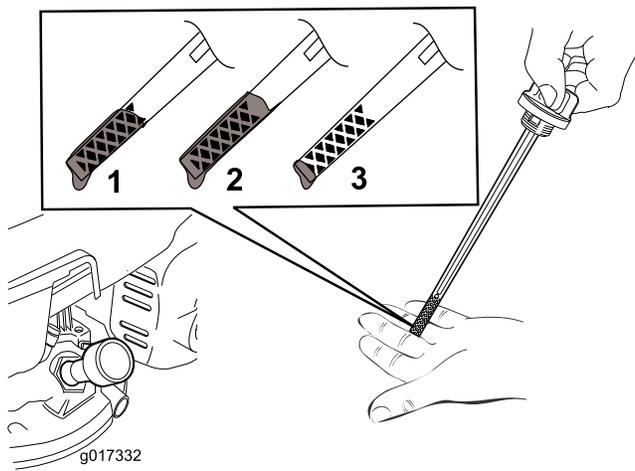

Figura 12
2. Retire la varilla girando el tapón en el sentido contrario a las agujas del reloj y tirando del mismo (Figura 12).
5. Observe el nivel de aceite en la varilla (Figura 12).
- Si el nivel de aceite de la varilla es demasiado bajo (Figura 12), vierta con cuidado una pequeña cantidad de aceite mineral multigrado SAE 10W-30 con clasificación API de SJ o superior por el tubo de llenado, espere 3 minutos, y repita los pasos 3 a 5 hasta que el aceite de la varilla esté en el nivel correcto.
- Si el nivel de aceite de la varilla es demasiado alto (Figura 12), drene el exceso de aceite hasta que el nivel de aceite en la varilla sea correcto; consulte Cambio del aceite del motor (página 17).